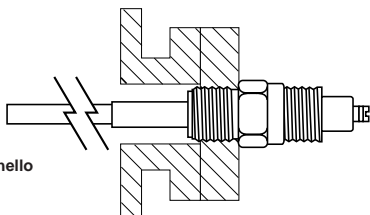

Figura 2 -
Evitare tutti i metodi di installazione in cui il materiale potrebbe rimanere bloccato nel bocchello di montaggio, impedendo alla sonda di segnalare la diminuzione del livello. Vedere **Figura 2 & 3**.
**NOTA:** Se non è possibile evitare il montaggio sul bocchello, occorre installare la sonda con un rivestimento di metallo "inerte" con una lunghezza di almeno 25 mm (1") superiore a quella del bocchello. Il rivestimento è necessario per rendere la parte della sonda contenuta all'interno del bocchello insensibile alle variazioni della capacità. Vedere **Figura 2**.